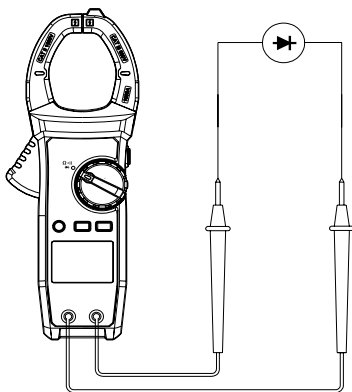

Рис.9 Проверка диода
- 2) Установите переключатель на «▶»), нажмите SELECT, для выбора режима проверки диода «▶»). Подсоедините щуп красного тестового провода к аноду (+) проверяемого диода, а черный – к его катоду (-) (см. рис. 9).